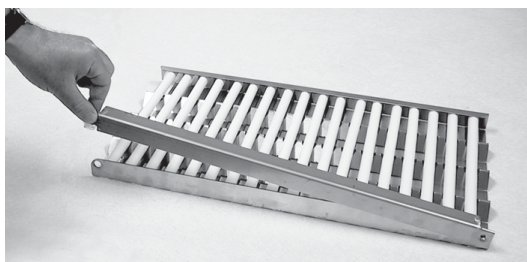

FIG. 22
4. Verrouillez le couvercle du radiant (Fig. 22).